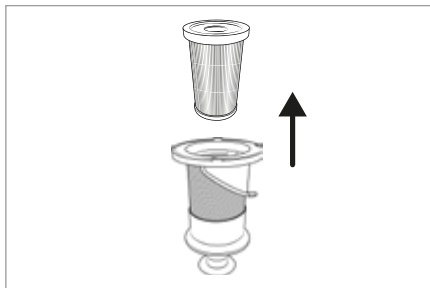

Fig. 21
- 4) Rimuovere il filtro EPA ⑤ dal filtro in acciaio inox ⑥ afferrando il filtro EPA ⑤ dall'apertura e tirandolo fuori dal filtro in acciaio inox ⑥ (vedere fig. 21).